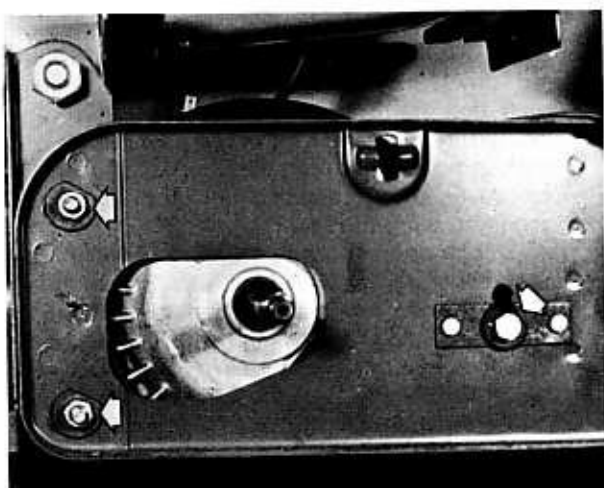

Bild 15
- Ringsherum prüfen, ob keine Verbindungen zum Motor mehr bestehen, die den Ausbau behindern könnten. So ist am Modell Bravo der Seilzug der Hinterradbremse durch eine Führung an der Lüfterverkleidung befestigt. Der Motor hängt nun vorn noch an zwei Schrauben, die durch Augen im Kurbelgehäuse und Öffnungen in beiden Seitenteilen des Pressstahlrahmens führen. Eine dritte kurze Schraube hält den Motor hinten links (Bild 15).